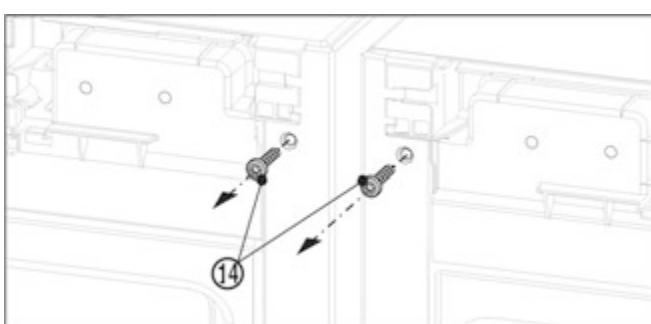

Fig. 12
- Перед монтажем верхнього кута викрутіть обидва гвинти заземлення Fig. 12 (14).